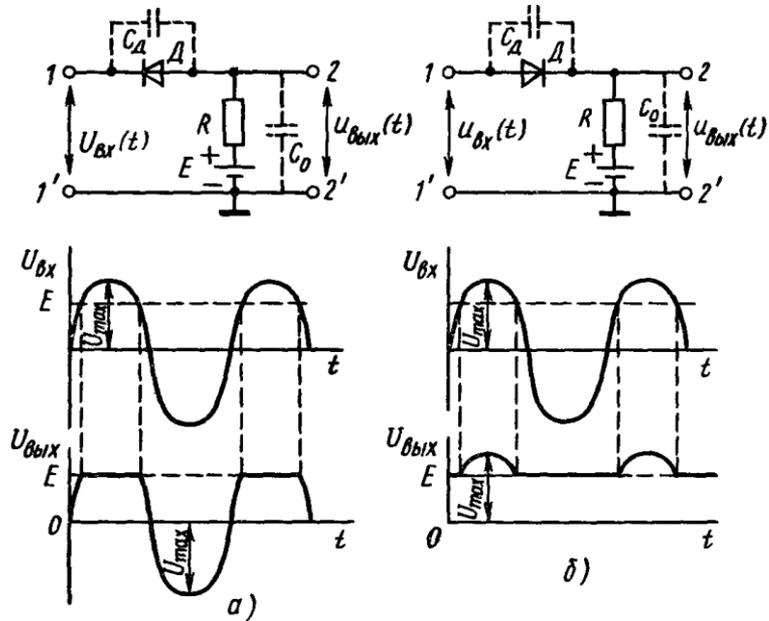

Рис. 19.22
- последовательные (рис. 19.22, а, б);
На рис. 19.22 приведены также их временные диаграммы напряжений.